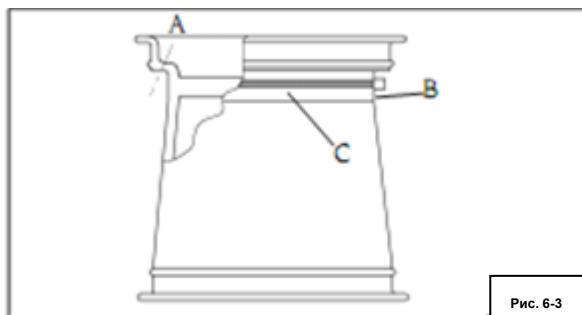

Рис. 6-3
- Некоторые колеса оснащены датчиком давления (см. Рис. 6-3). Следует соблюдать осторожность, чтобы не повредить данный датчик.